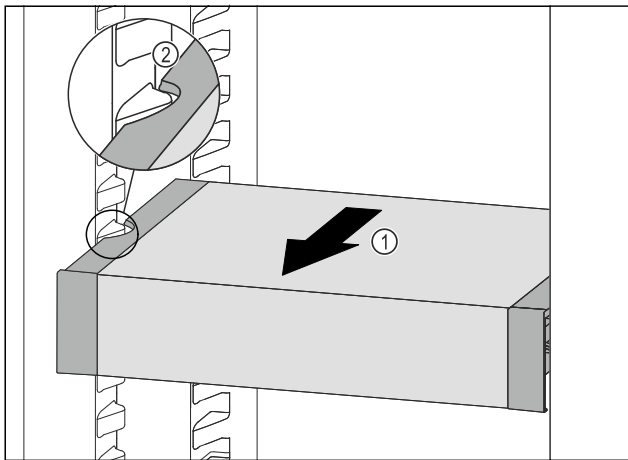

Fig. 138
- VarioSafe naar voren trekken Fig. 138 (1), tot de uitsparingen aan de zijkant van de VarioSafe zich ter hoogte van de rib in het koelgedeelte bevinden. Fig. 138 (2)